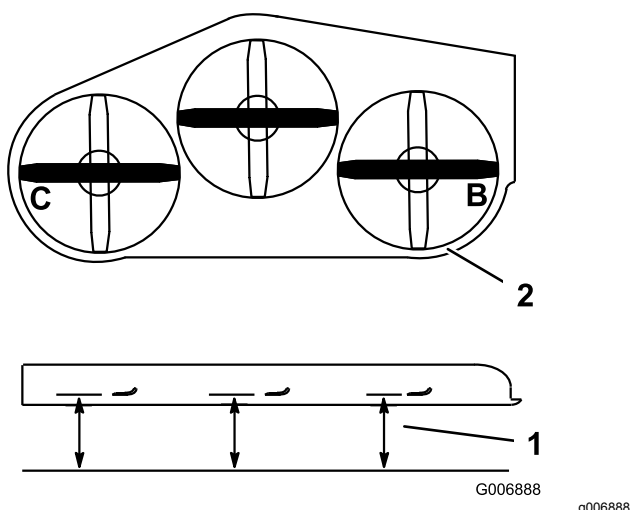

Figure 99
1. Tournez la lame **droite** dans le sens latéral (Figure 99).
2. Mesurez la distance au point **B** entre la surface plane et le tranchant de la pointe de la lame droite (Figure 99).
4. Tournez la lame gauche dans le sens transversal (Figure 99).
5. Mesurez la distance au point **C** entre la surface plane et le tranchant de la pointe de la lame gauche (Figure 99).